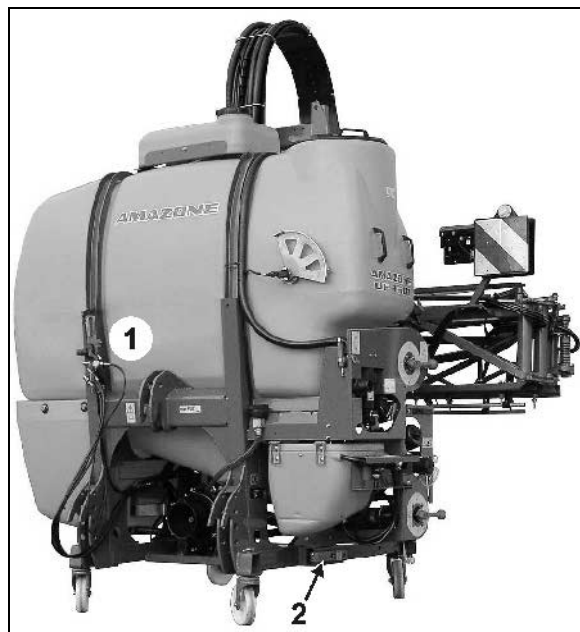

Fig. 79
2. Begge støtteben (Fig. 79/2) trækkes ud og sikres.
- Monter de frakoblede ledninger i de respektive blindkoblinger (Fig. 79/1).